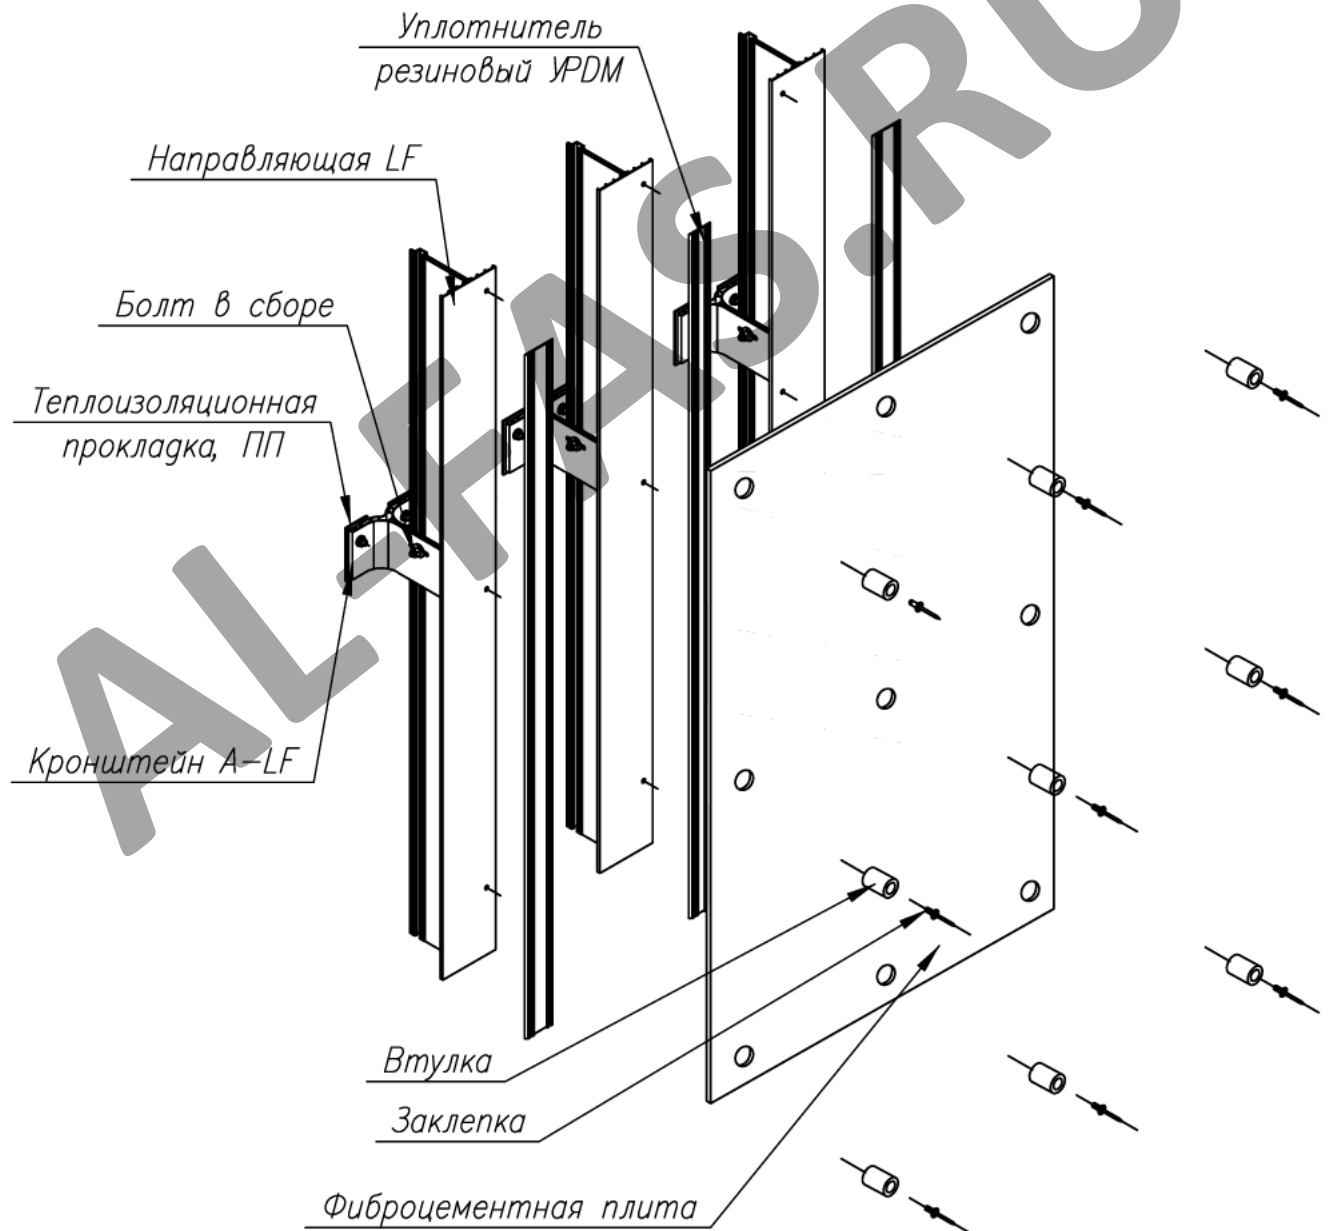

Рис. 4.
3.2. При варианте №1 каждая фиброцементная плита крепится клепками 5x14 через втулки к направляющим LF 301/LF 31 согласно проекту. Две заклепки устанавливаются как неподвижно, остальные подвижно (рис. 4).